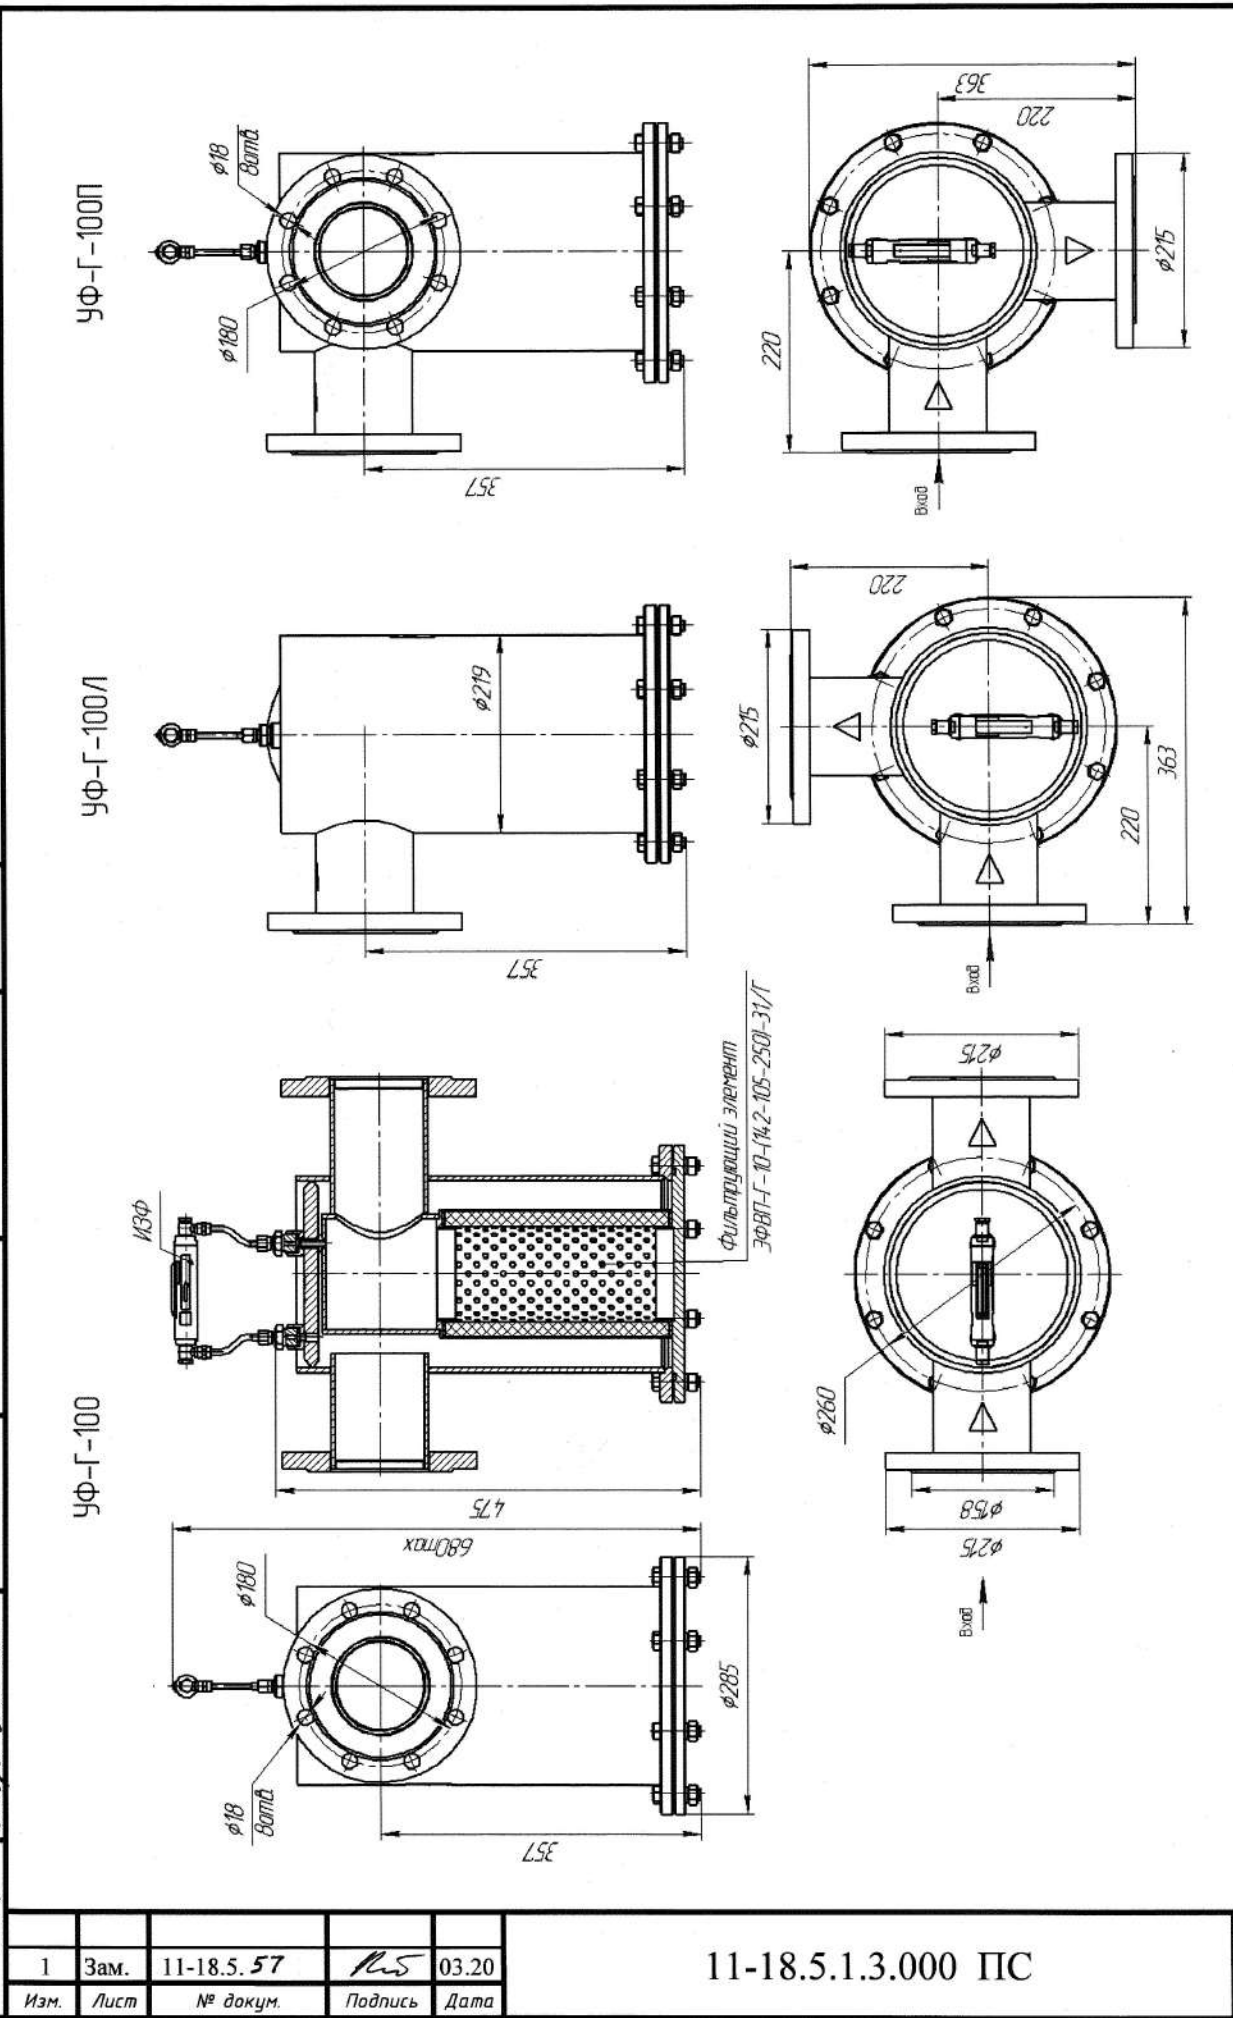

Рисунок 1
1.5 В зависимости от положения входного и выходного патрубков УФ-Г-100 выпускаются в трех исполнениях (рисунок 1):